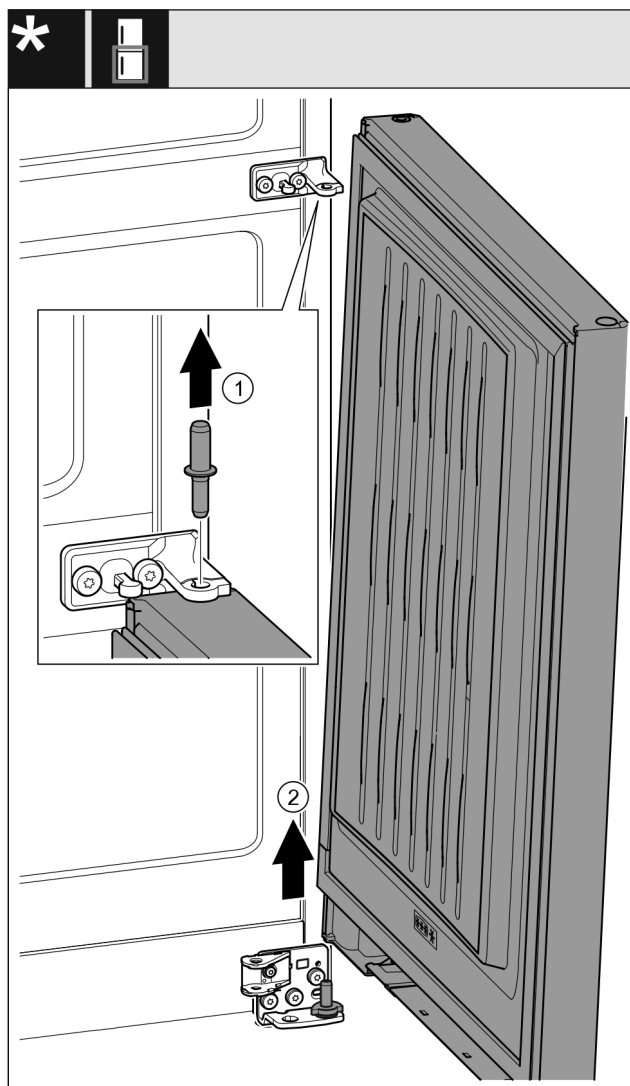

Fig. 23\*
- ▶ Τραβήξτε έξω τον πείρο προς τα επάνω. Fig. 23 (1)\*
- ▶ Ανοίξτε την πόρτα, τραβήξτε τη προς τα επάνω και παραμερίστε τη στην άκρη. Fig. 23 (2)\*